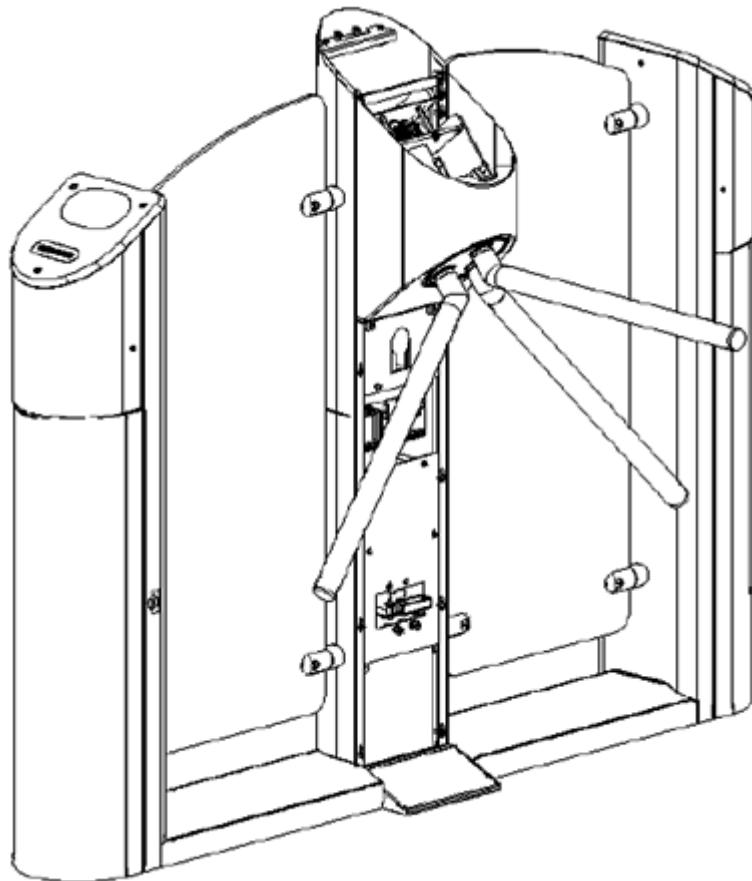

Рисунок 13 – Демонтаж дверцы стойки (стойка без дверцы)
3.5.3 Рисунок 13 – открыть замок и снять дверцу стойки.